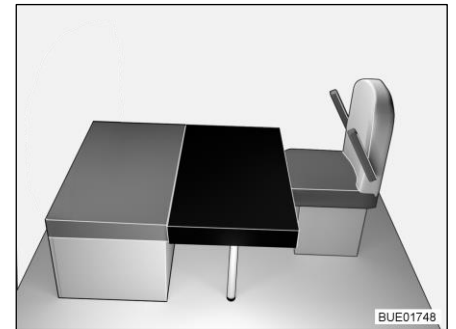

Fig. 161 Après la transformation
- Poser le coussin supplémentaire rectangulaire sur la table (devant le coussin d'assise de la banquette, voir Fig. 161). La découpe dans le coussin supplémentaire se trouve contre la paroi d'appui avant.